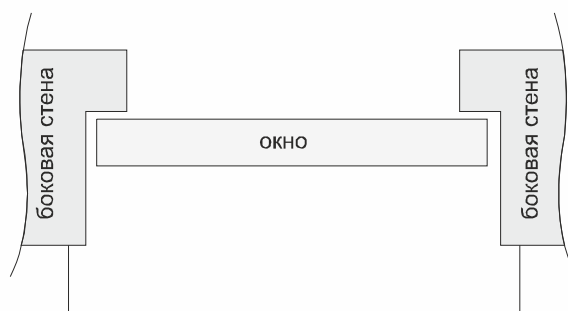

Рис. 1
- с четвертью (см. Рис. 1 – на рисунке вид сверху)